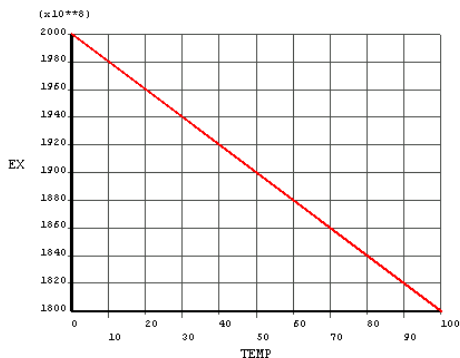

图4.18 弹性模量随温度变化曲线
(5) 选择【EX】选项后，将在图形视窗中显示材料弹性模量随温度的变化曲线，如图 4.18 所示。用户还可以选择【PRXY】选项，在图形视窗中显示泊松比与温度的关系曲线。